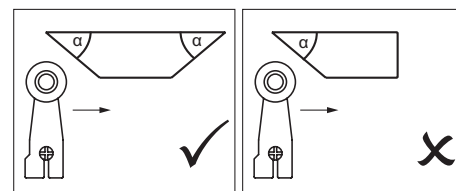

Fig. 1: Forma de la leva
▶ Para evitar el rebote del elemento actuador, las levas deben moverse gradualmente (véase la Fig. 1).